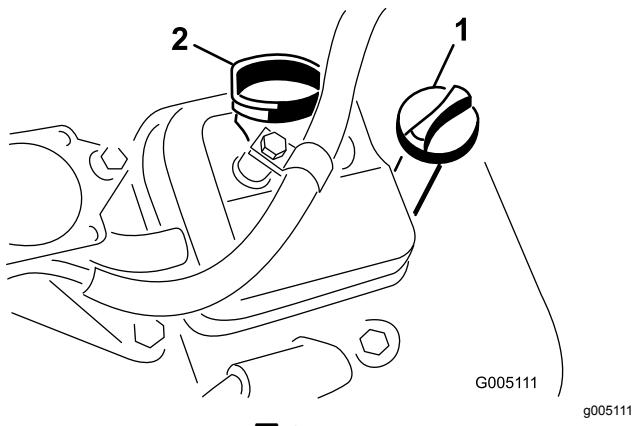

図 27
3. ディップスティックを、チューブの根元までもう一度しっかりと差し込む図 27。